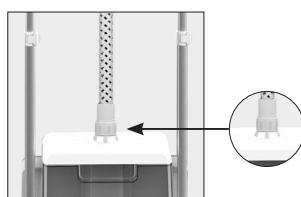

Рис. 6
7. Ослабьте кольцо фиксации парового шланга на корпусе отпаривателя. Подсоедините паровой шланг к соответствующему отверстию в корпусе отпаривателя. Зафиксируйте шланг с помощью кольца фиксации шланга, повернув кольцо по часовой стрелке (рис.6).